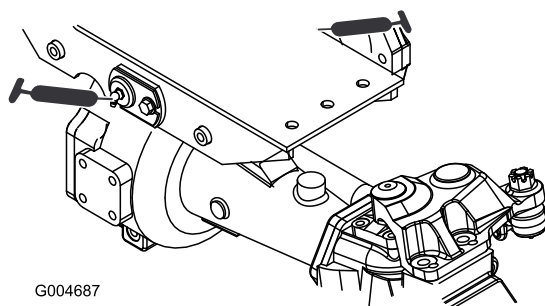

Figure 78
- 2 bagues de pivot d'essieux avant et arrière (Figure 78)